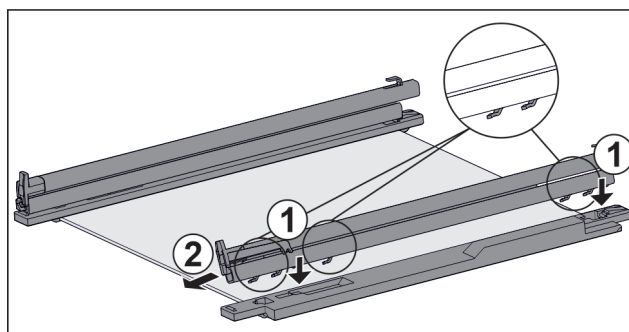

Fig. 137 Ripiano in vetro con guide e fermi
- Inserire il gancio della guida sulle aperture del **gancio** sinistro. Fig. 137 (1)
- Tirare la guida in avanti. Fig. 137 (2)
- Inserire il gancio della guida nelle aperture del **gancio** destro. Fig. 137 (1)